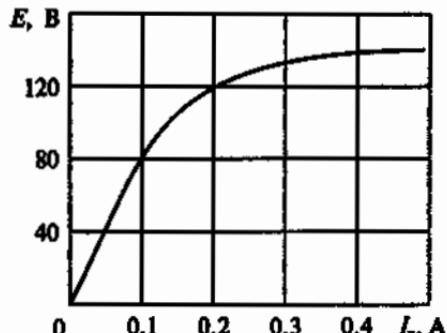

Рис. 238
10.19. Р. Каковы ток якоря I_y и напряжение U генератора с независимым возбуждением, характеристика холостого хода которой изображена на рис. 238, при токах возбуждения I_b , равных 0,4 и 0,2 А, если сопротив-